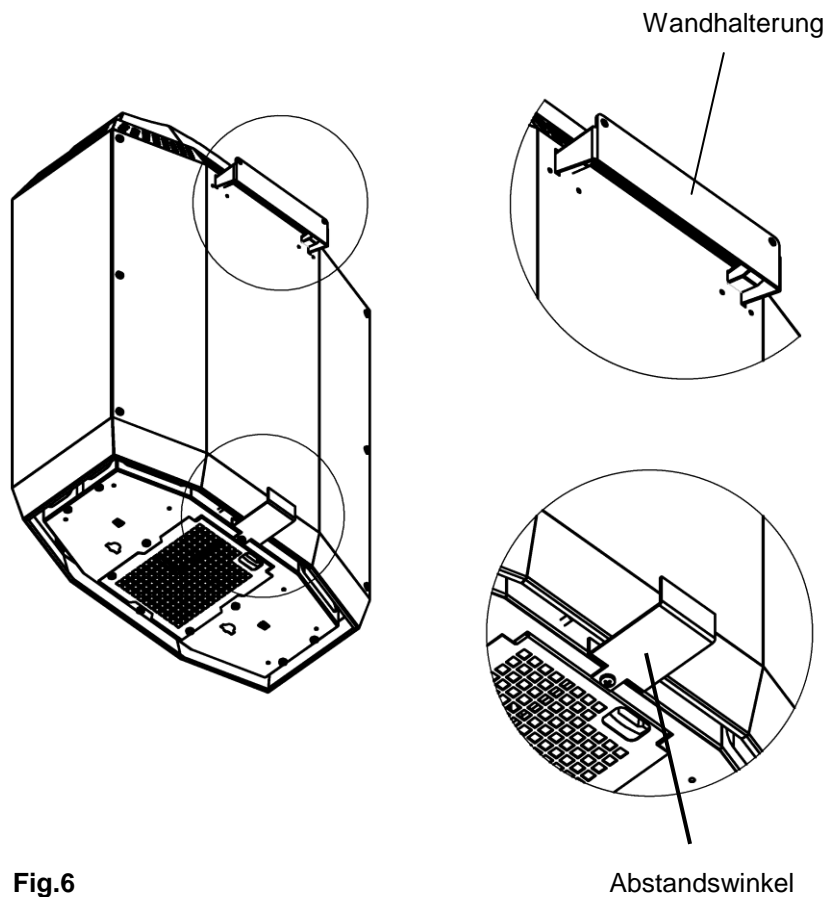

Fig.6
- Zur Montage des Abstandswinkels Schraube aus Bodenblech heraus-schrauben und Abstandswinkel an dieser Position anschrauben (siehe Fig.6).